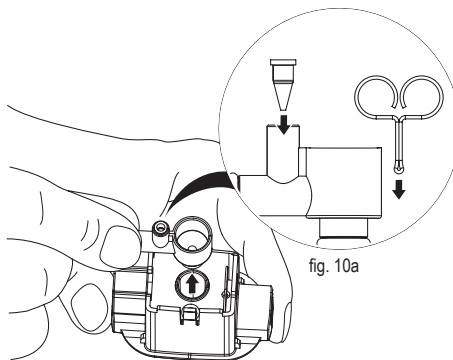

fig. 10: Extraer la boquilla del espumador de leche
10. Extraiga la boquilla del espumador de leche por la conexión de entrada hacia arriba y retírela de la salida de café y leche (fig. 10).